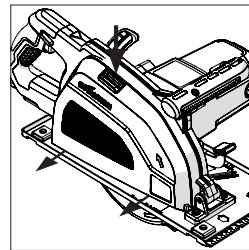

Fig. 3
- Retire el colector de virutas, **(12)** (**Fig.3**), presionando el botón de liberación, **(13)**, dejando al descubierto el perno de la hoja, (**Fig.4**).
Para retirar y vaciar el colector de virutas, presione el botón de liberación y sepárelo de la máquina, **(13)**. Vacíe los contenidos del colector de virutas deslizando la puerta hacia arriba, **(Fig. 3)**, vuelque los contenidos en un recipiente para residuos adecuado y deséchelos de forma responsable con el medioambiente.